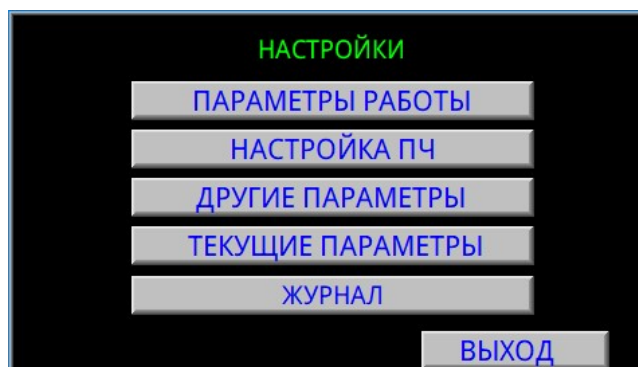

Рисунок 3 Окно «НАСТРОЙКИ»
2.2.3. В окне «НАСТРОЙКИ» (Рисунок 3) расположены кнопки для перехода к настройкам рабочих параметров шкафа, а также к окнам контроля текущих параметров.